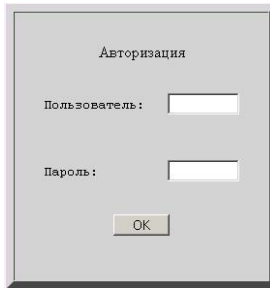

Рисунок 3.19 – Окно авторизации
13. Откроется окно авторизации рисунок 3.19